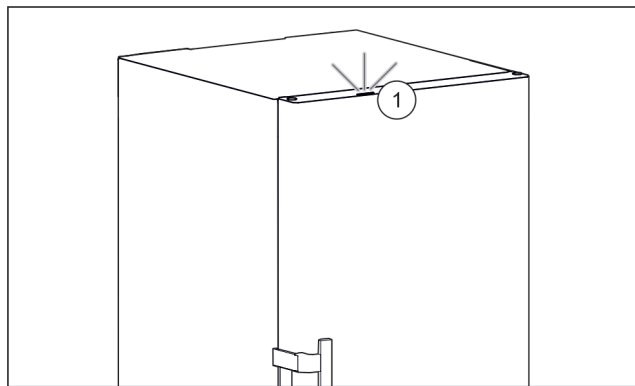

Fig. 56 Aktiv statuslampa när dörren är stängd
- ▷ Statuslampan Fig. 56 (1) är aktiverad.